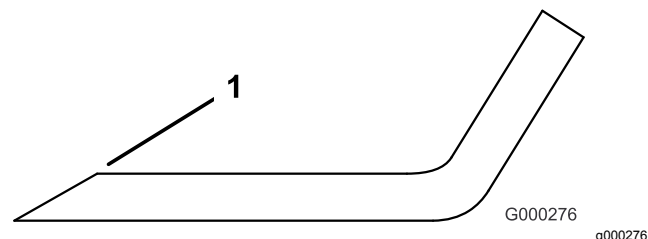

Рисунок 140
- Заточите режущие кромки, если они затупились или имеют (Рисунок 140).